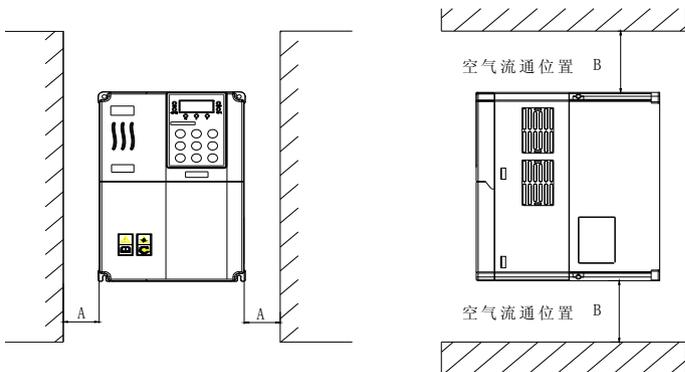

图 3-1 S580 系列变频器安装示意图
1. 请垂直安装变频器，便于热量向上散发，但不能倒置。若柜内有较多变频器时，最好是并排安装。在需要上下安装的情况，请参考图 3-1 的示意，安装隔热导流板。
2. 安装空间遵照图 3-1 所示，保证变频器散热空间，但布置时请考虑柜内其它件的散热情况。